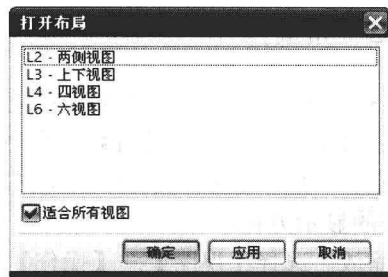

图 1-3 “打开布局”对话框
2. 打开视图布局。选择【视图】→【布局】→【打开】下拉菜单，弹出如图 1-3 所示的“打开布局”对话框，该对话框用于选择要打开的某个布局，系统会按该布局的方式来显示图形。